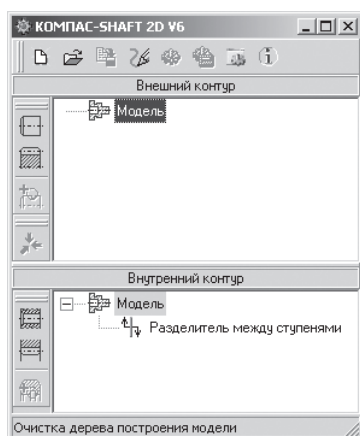

Рис. 3.5. Состояние главного окна системы КОМПАС-SHAFT 2D после выбора типа отрисовки модели
- переместите указатель мыши на форматку в точку начала построения модели и щелкните мышью. Появится состояние главного окна системы КОМПАС-SHAFT 2D после выбора типа отрисовки модели, см. рис. 3.5.